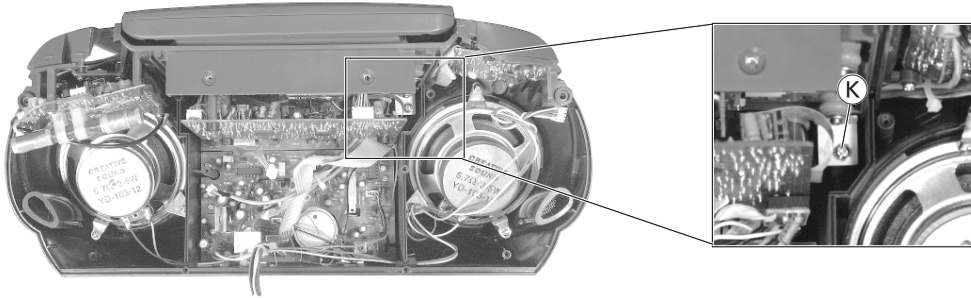

Fig. 5
- Schraube **K** (Fig. 5) herausdrehen.
- Undo screw **K** (Fig. 5).
- Schraube K (Fig. 5) herausdrehen.
- Undo screw K (Fig. 5).